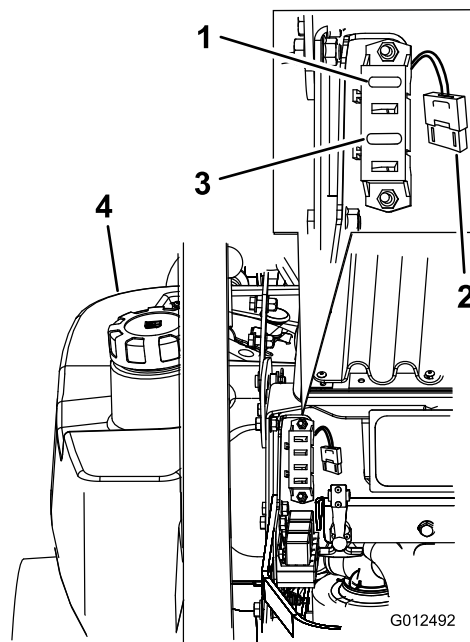

Figura 59
1. Sbloccate il cofano del motore ed alzate lo per accedere al portafusibili (Figura 59).
3. Montate un fusibile nuovo (Figura 59).